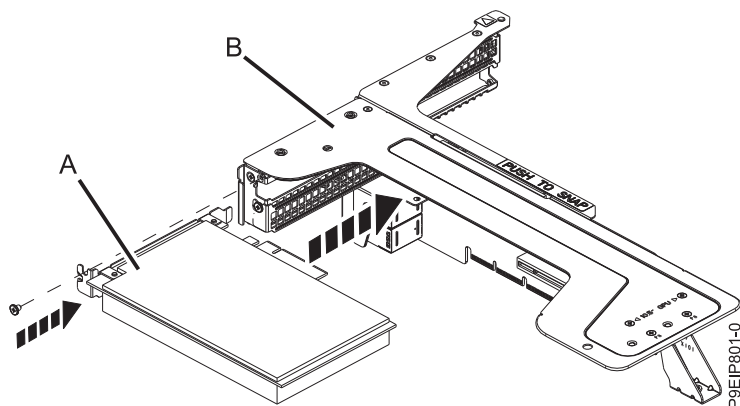

Figure 55. Insertion d'une carte dans la position 2 du connecteur de bus PCIe
- c. Insérez la carte PCIe (A) située dans la position 2 dans le connecteur de bus de la carte PCIe (B), comme illustré dans la figure 55, à la page 51.